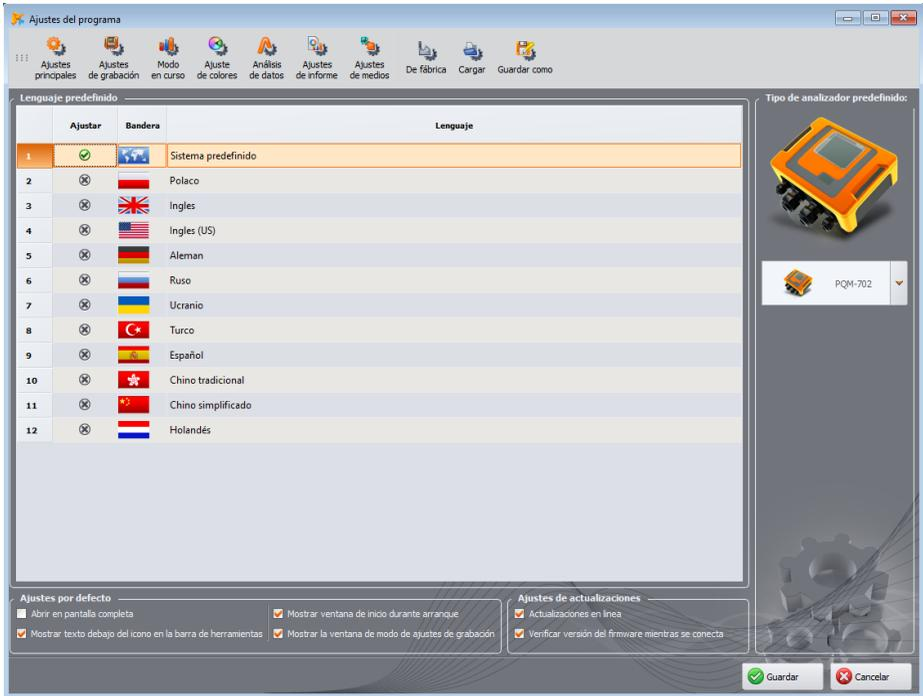

Fig. 79. Ajustes del programa - Ajustes principales.
- **LENGUAJE PREDEFINIDO** – permite seleccionar el idioma predeterminado de la aplicación (Fig. 79).